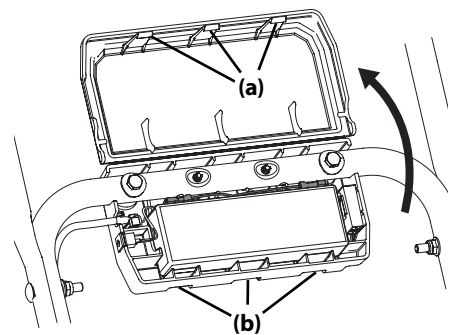

Figura 6-7
1. Suelte las tres lengüetas de traba (a) de las ranuras (b) y abra la caja de la batería. Consulte la Figura 6-7.